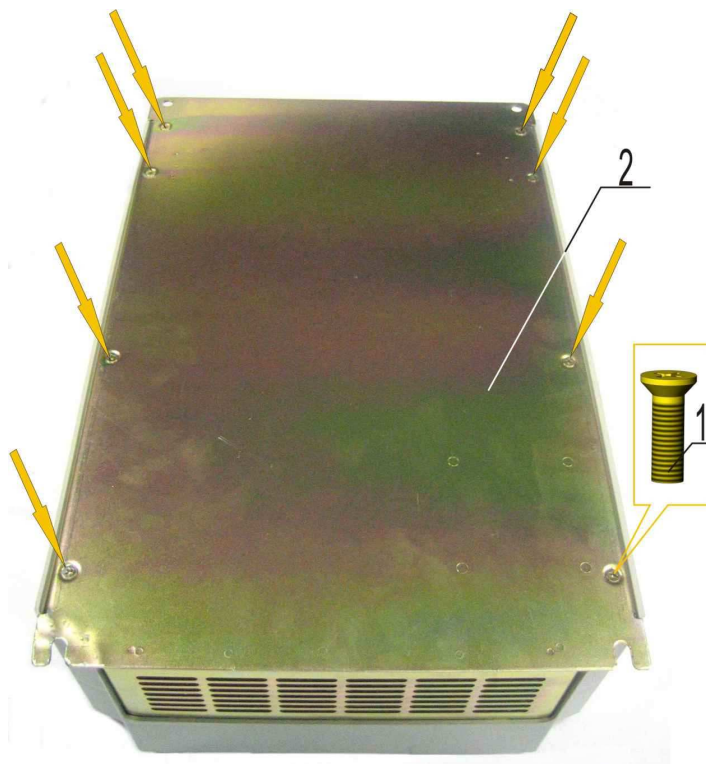

Рис. 7.8
7.4.3. Вкрутить восемь винтов 1 в основание корпуса 2 (рис. 7.8).